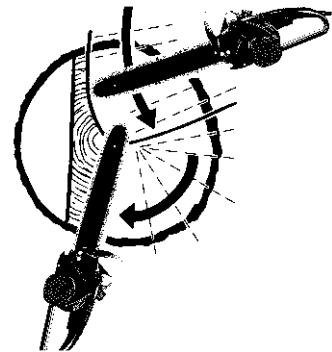

Fig.20
2. Si le diamètre du tronc à couper est supérieur à la longueur du guide-chaîne, faire 2 entailles comme indiqué sur l'illustration (Figure 20).